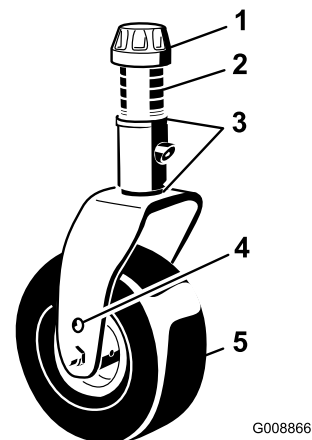

Figura 83
1. Retire tampa de tensionamento do eixo roscado e desloque o fuso para fora do braço da roda giratória (Figura 83).